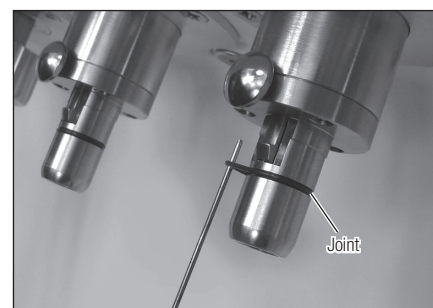

Fig. 29
- 1) Enlevez le joint à l'aide d'une fine aiguille (Fig. 29).